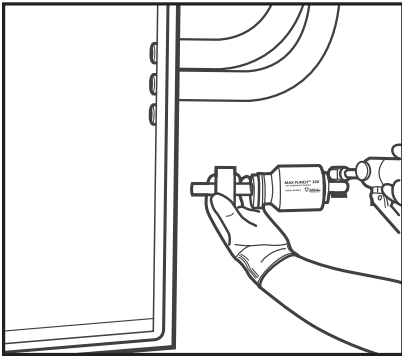

Fig. 3
4. Inserta la copa en el panel frontal del perno de tracción. (Fig. 3).